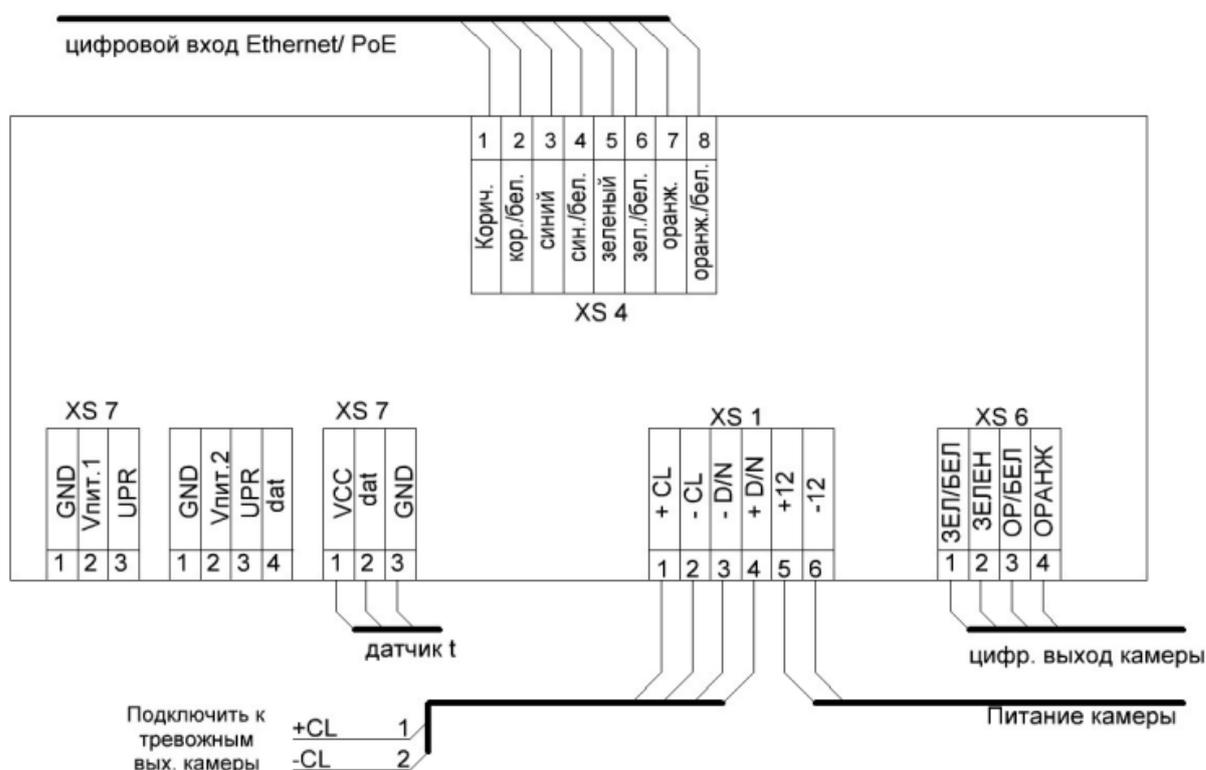
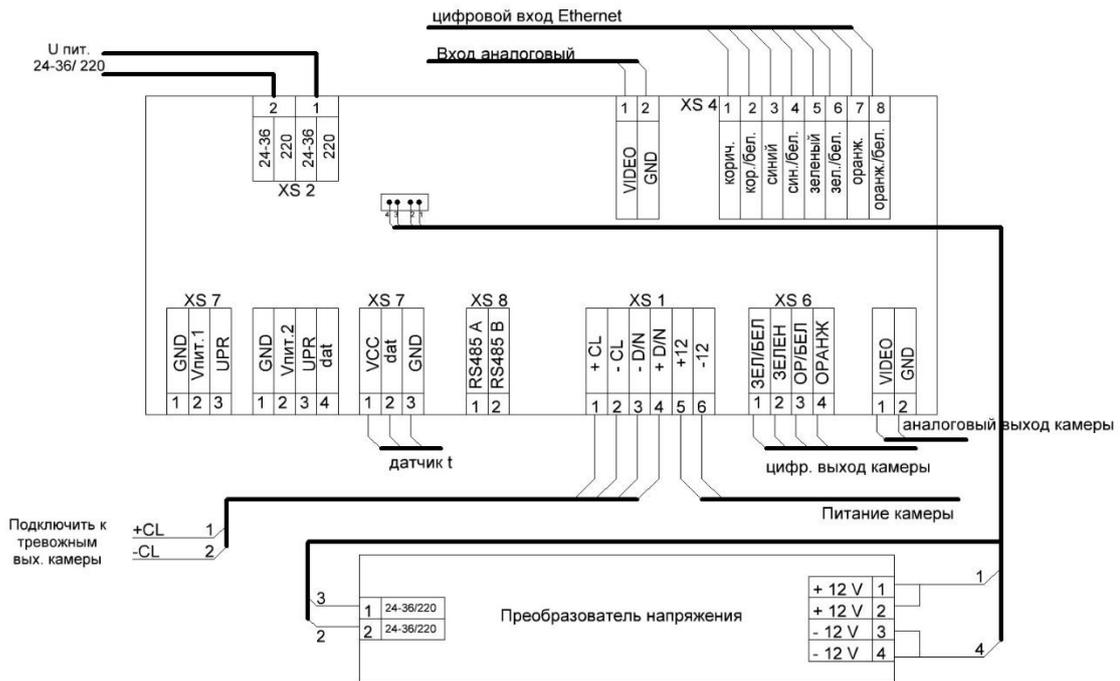
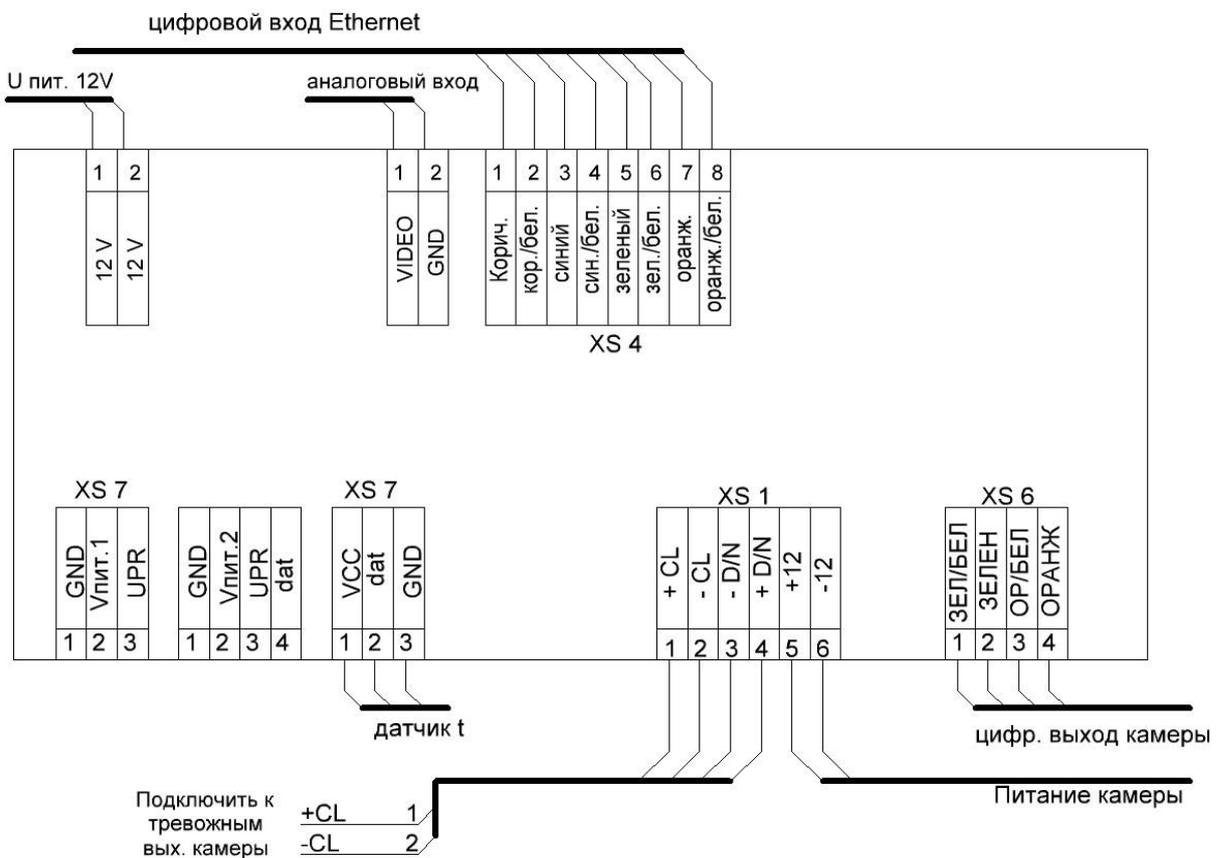

Рисунок 4.3 – Схема подключения термокожуха с напряжением питания по PoE
Рисунок 4.4 – Схема подключения термокожуха с напряжением питания 24–36 постоянного/переменного тока или 220 В переменного тока
Рисунок 4.5 – Схема подключения термокожуха с напряжением 12 В постоянного тока
5. Подключите видеокамеру к электронной плате согласно схеме подключения (Рисунок 4.3, Рисунок 4.4, Рисунок 4.5).